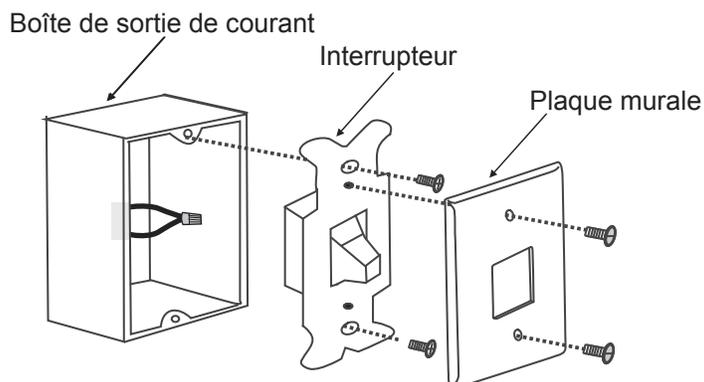

Fig. 22
**Étape 1.** Retirez la plaque murale existante et l'ancien interrupteur de la boîte de sortie de courant murale. Connectez les fils conducteurs NOIRS (sous tension) et repoussez-les dans la boîte de sortie de courant. (Fig. 22)